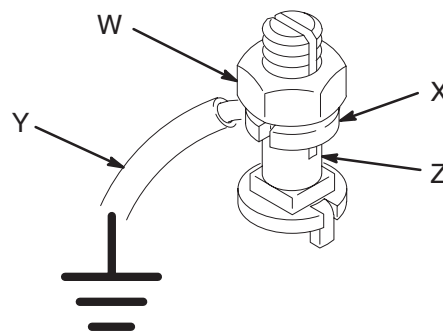

Fig. 2
Toutes les autres pompes: utiliser un fil de terre et une bride. Voir fig. 2. Desserrer le contre-écrou (W) et la rondelle (X) de la cosse de mise à la terre. Insérer une extrémité d'un fil de terre (Y) d'au moins 1,5 mm² (calibre 12) dans la fente de la cosse (Z) et bien serrer le contre-écrou. Brancher l'autre extrémité du fil à une véritable terre. Commander le fil de terre et la bride, réf. 237569.